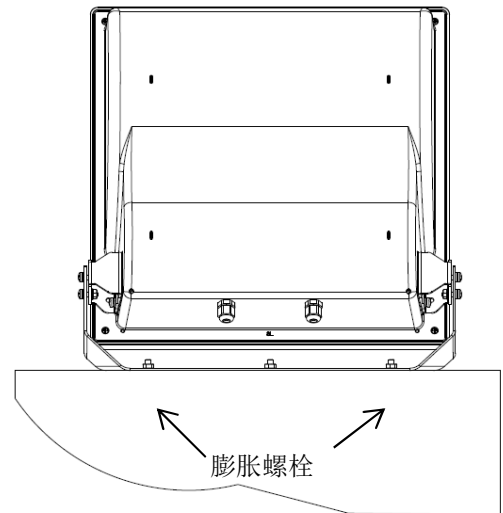

图3
3. 用膨胀螺栓M10\*100安装在支架膨胀螺栓安装孔上固定到墙体上,墙体打孔孔径14mm，打孔深度60-65mm，膨胀螺栓锁紧力矩45-50N.m（如图3）；